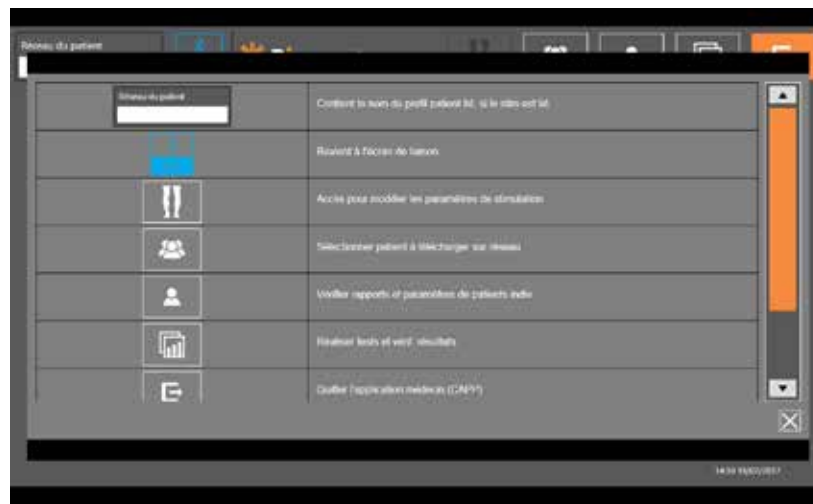

Figure 7-14 : Écran des informations
3. Cliquez sur l'icône des réglages de l'application  et sélectionnez Versions du logiciel pour afficher les options de réinitialisation. Reportez-vous à la figure 7-14.
L'écran des informations est accessible via l'icône Information  située à l'extrême droite de chaque écran, sous l'icône des réglages d'application. Cet écran affiche des informations sur les fonctions disponibles dans les différents écrans de l'application Programmeur du médecin Bioness. L'écran des informations est dynamique : les informations affichées dépendent de l'écran d'accès. Reportez-vous à la figure 7-14.